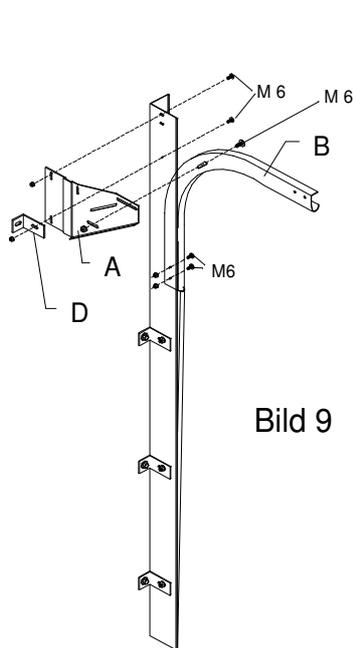

Bild 9
- 4.2.2 Verbindungsblech A (bei Beschlag NI 220 mit Seilumlenkrolle) mit 2 Torbandschrauben M 6 an der Zarge befestigen (Bild 9) und dabei mit der unteren Schraube einen Zusatzwinkel D mitschrauben.